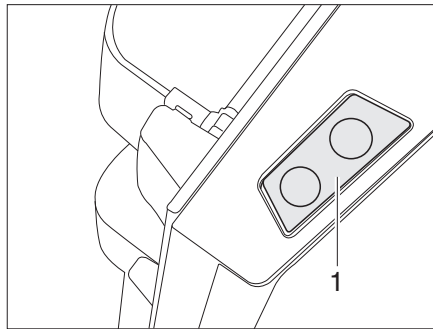

Fig. 324 Tasto di sblocco della porta del frigorifero (serie Dometic 8)
**Apertura:** ■ Premere il tasto di sblocco (Fig. 324,1) e aprire la porta del frigorifero.